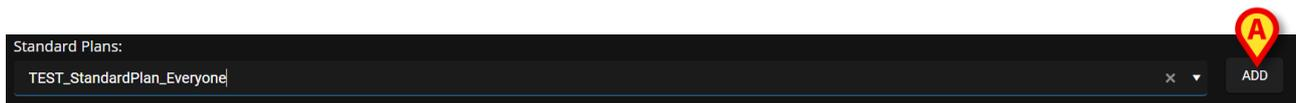

Fig 19
La opción seleccionada aparece en el campo (Fig 19).
- Pulse el botón **Add** (Añadir) (Fig 19 **A**).